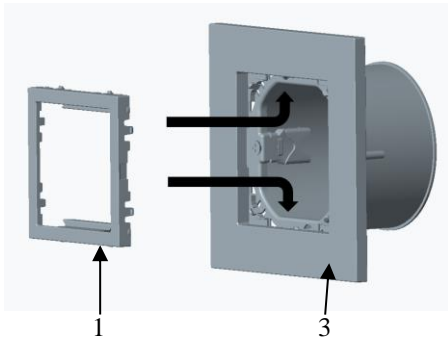

Fig.2
- adapter (1) zatrzasknąć w ramce (3) (rys.2). „Kliknięcie” świadczy o prawidłowym zamontowaniu adaptera,
- clamp the adapter (1) in the frame (3) (fig. 2). Correct installation is confirmed with a „click” sound,